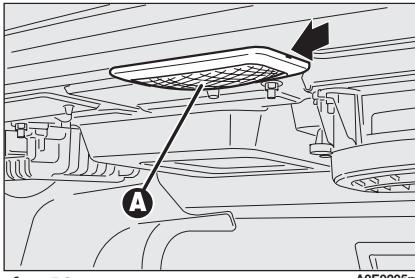

fig. 50
- saque la parte transparente **A-fig. 50** haciendo palanca en el punto indicado por la flecha;